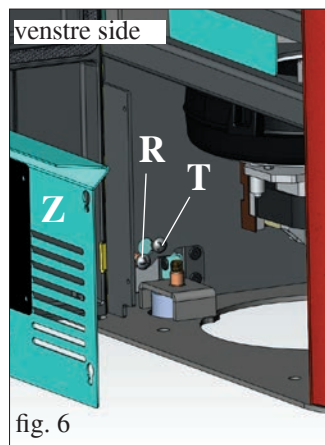

fig. 6
Tjek den lodrette justering af de keramiske sidepaneler (C) og foretag de nødvendige justeringer ved hjælp af skruerne i toppen (V - fig. 5) og inde i brændeovnen ved hjælp af skruerne (R - fig. 6/7)
NB: Før du gør dette, skal du afmontere det galvaniserede panel (Z - fig. 6/7) på begge sider og skrue skruerne (T - fig. 6/7) ud.